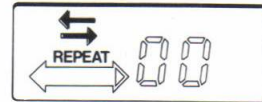

Fig. 1-3c
- Kies voor **herhaalde weergave van het spoor dat wordt afgespeeld** door de "repeat mode" (Fig. 1-3c) te kiezen. De Recorder blijft het gekozen spoor weergeven tot toets ②③ "STOP/CLEAR" wordt ingedrukt.